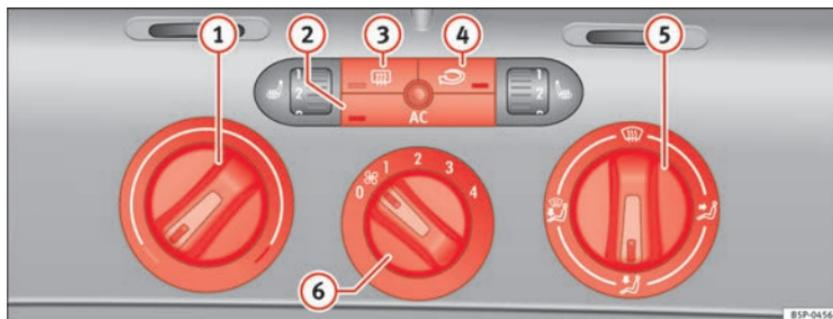

Abb. 107 In der Instrumententafel: Bedienelemente der Climatic
- Mit den Reglern ⇒ Abb. 107 ① und ⑤ und mit dem Schalter ⑥ stellen Sie die Temperatur, die Luftverteilung und die Gebläsestufe ein.
- Drücken Sie die jeweilige Taste ②, ③ oder ④, um eine Funktion ein- oder auszuschalten. Bei einer eingeschalteten Funktion leuchtet die Kontrollleuchte unten an der Taste auf.
① Temperaturregler ⇒ Seite 159.
② Taste **AC** – Klimaanlage ein-/ausschalten ⇒ Seite 159
- ③ Taste – Heckscheibenbeheizung. Etwa 20 Minuten nach dem Einschalten wird die Beheizung automatisch ausgeschaltet. Sie lässt sich vorzeitig durch Drücken der Taste ausschalten.
- ④ Taste – Umluftbetrieb ⇒ Seite 160
- ⑤ Luftverteilungsregler ⇒ Seite 159.
- ⑥ Gebläseschalter. Der Luftstrom ist in vier Stufen einstellbar. Das Gebläse sollte bei langsamer Fahrgeschwindigkeit immer auf der niedrigsten Stufe mitlaufen.
- Schalten Sie die Klimaanlage mit der Taste ⇒ Seite 158, Abb. 107 ein.